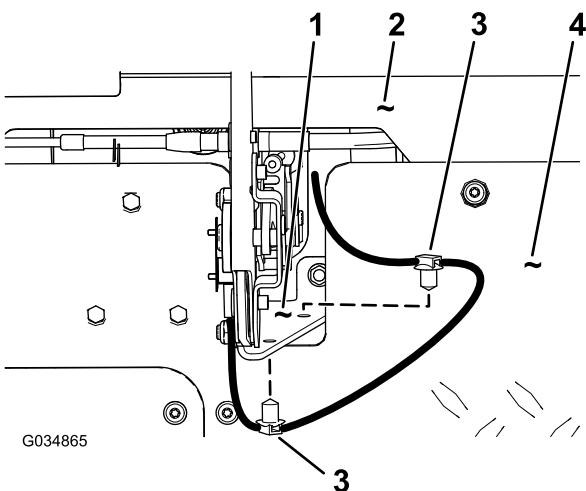

图11
2. 将线束布置到右侧，脚踏板与仪表支架之间（图11）。
3. 将线束上的 2 个塑料枞树形锚栓插入驻车刹车支架的孔中（图11）。